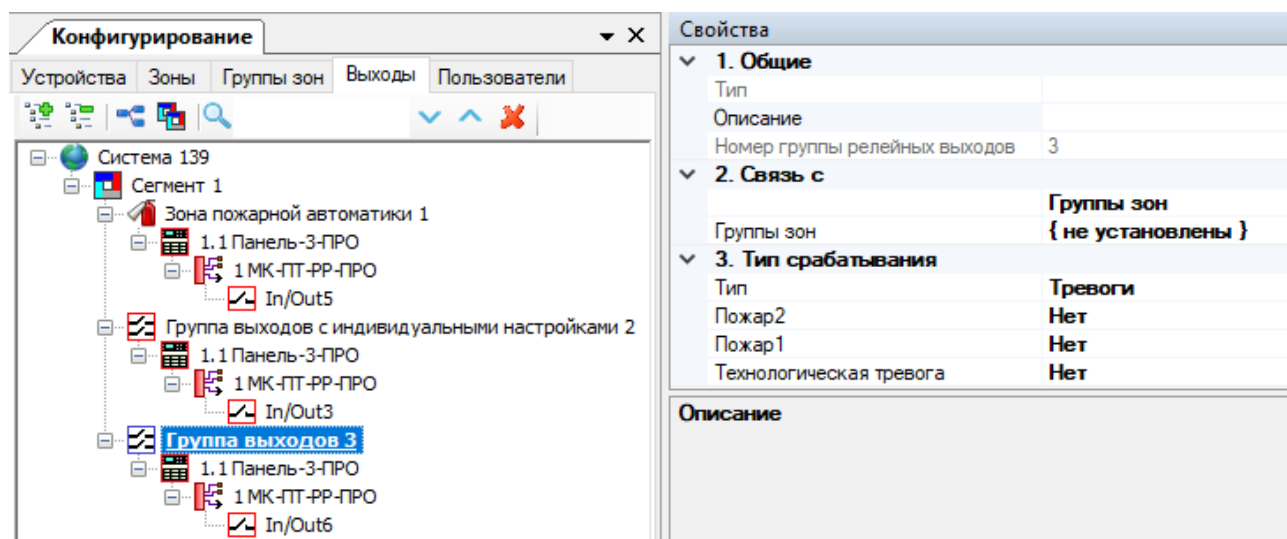

Рис. 46
- Для группы выходов должен быть настроен любой тип срабатывания, кроме "Нет сработки" (см. рис. 46).